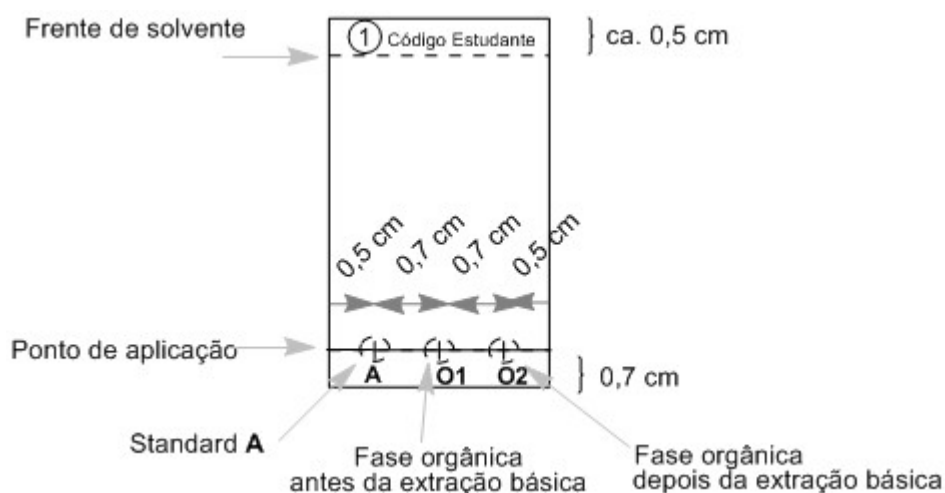

Figura 2. Instruções para preparação da placa de TLC.
- Prepare a placa de TLC. Verifique-a antes de a usar. As placas danificadas podem ser substituídas sem qualquer penalização desde que o solicite antes de iniciar o TLC. Utilize o lápis com leveza para desenhar a linha do ponto de aplicação e marcar as posições para cada amostra. Escreva no topo de placa o número **1** num círculo e o seu código (ver Figura 2). Dissolva a amostra fornecida de 2-acetonaftona (frasco etiquetado, **Standard A**) em ca. 2 cm³ de etanol (volume aproximado de 1 pipeta de Pasteur de vidro cheia). Marque as posições das 3 amostras, **A**, **O1**, e **O2** (ver Figura 2). Aplique 1 µL (1 marca no capilar de 5 µL) do standard **A** e da fase orgânica obtida no passo II.3 (**O1**). A amostra **O2** será aplicada mais tarde.